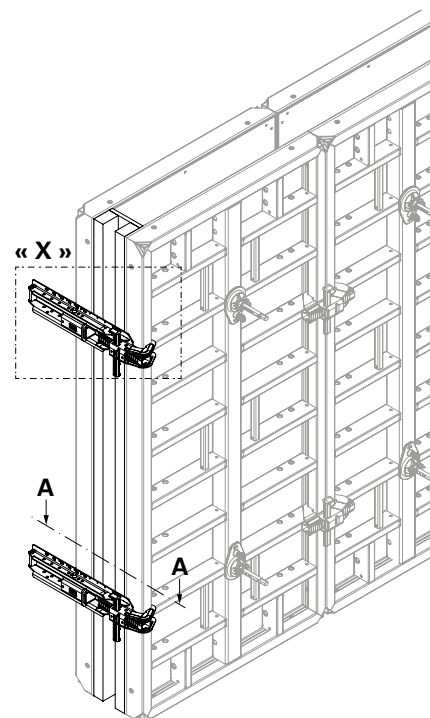

Fig. B10.02
- Pression de bétonnage admissible 60 kN/m² (Fig. B10.02 + B10.01b)